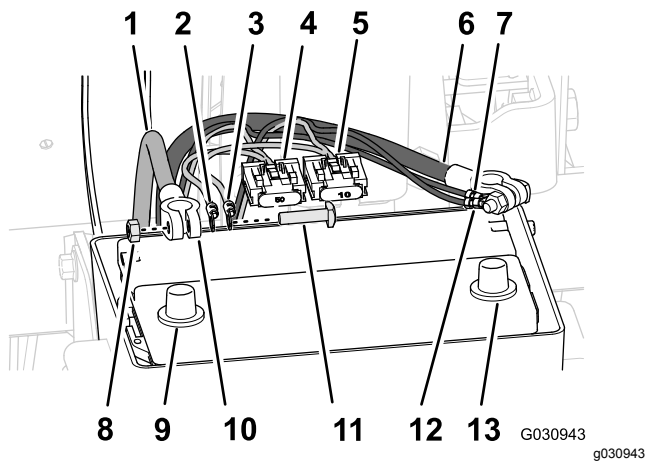

Рисунок 170
1. Проложите задний жгут проводов с положительной клеммой (красный провод), отрицательной клеммой (черный провод) и блоком предохранителей на 50 А между коробкой аккумулятора и шасси машины (Рисунок 170).
3. Снимите Т-образные болты и шестигранные гайки с клемм положительного и отрицательного кабелей аккумулятора (Рисунок 170).
4. Проденьте Т-образный болт через положительную клемму (красный провод) заднего жгута проводов, положительную клемму жгута электропроводов для навигации и клемму положительного кабеля аккумуляторной батареи (Рисунок 170).
5. Закрепите, не затягивая, клеммы и Т-образный болт шестигранной гайкой (Рисунок 170).
6. Вставьте Т-образный болт через отрицательную клемму (черный провод) заднего жгута проводов, отрицательную клемму жгута электропроводов для навигации и клемму отрицательного кабеля аккумуляторной батареи (Рисунок 170).
7. Закрепите, не затягивая, клеммы и Т-образный болт шестигранной гайкой (Рисунок 170).